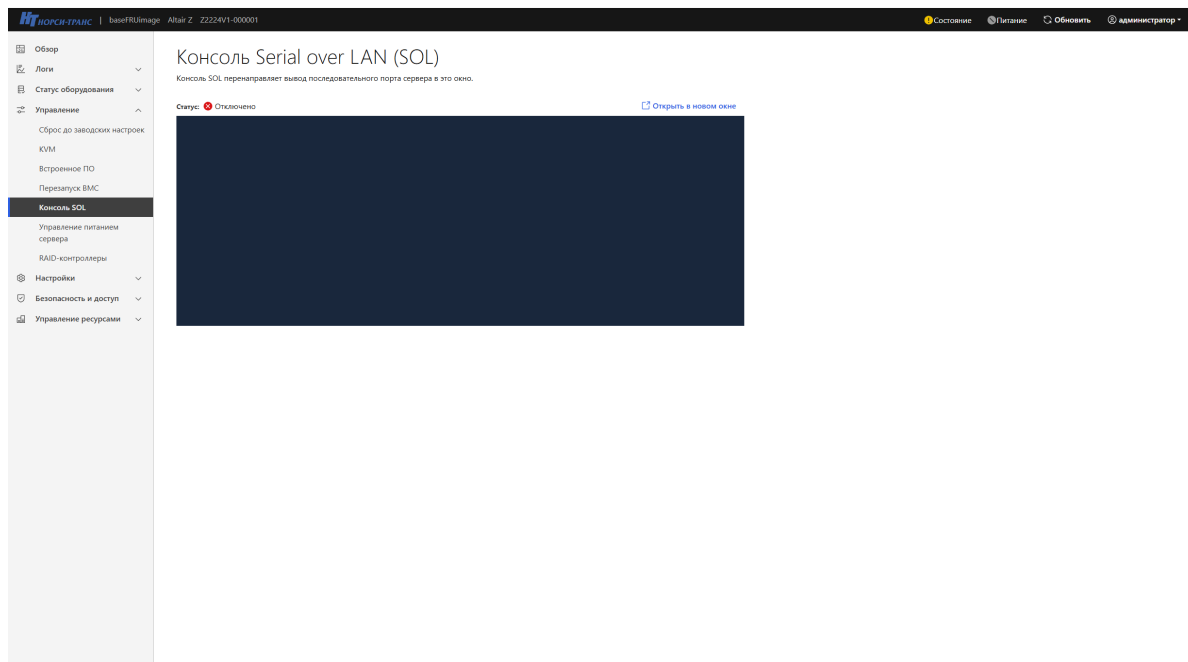

Рис. 51. Окно «Консоль Serial over LAN (SOL)»
- 5) Пройдите во вкладку «Управление» → «Консоль Serial over LAN (SOL)» в данной вкладке осуществляется перенаправление вывода последовательного порта системы в окно браузера вашей рабочей станции. Окно показано на рис. 51 Окно «Консоль Serial over LAN \(SOL\)»